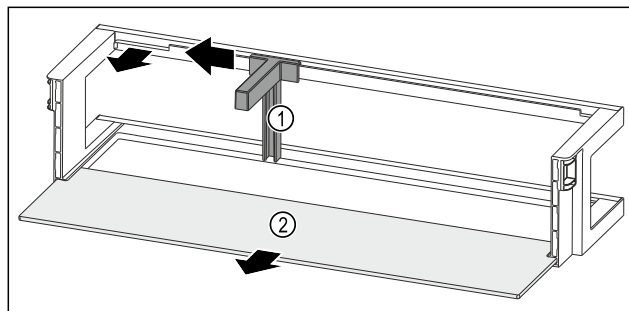

Fig. 142 带瓶托和搁板的门边存放架
- ▶ 将瓶托 Fig. 142 (1) 推至槽边。
- ▶ 取出瓶托 Fig. 142 (1)。
- ▶ 取出搁板 Fig. 142 (2)。